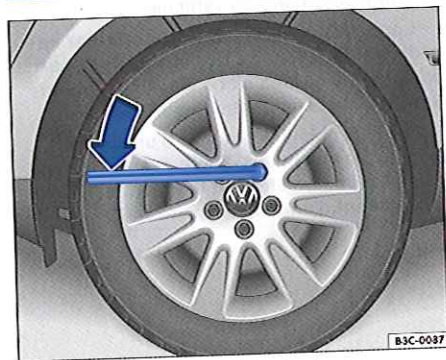

Fig. 257 Changement d'une roue : desserrage des boulons de roue
- Placez la clé démonte-roue jusqu'en butée sur le boulon de roue $\Rightarrow$ fig. 257.